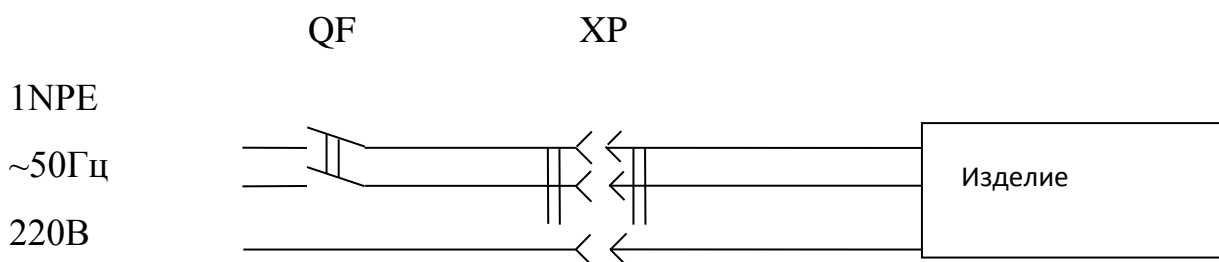

Рис.1. Схема подключения изделия к электросети
4. Изделие должно подключаться к питающей электрической линии (рис.1) через автоматический выключатель электромагнитной защиты с номиналом установки по току 6,3 А.